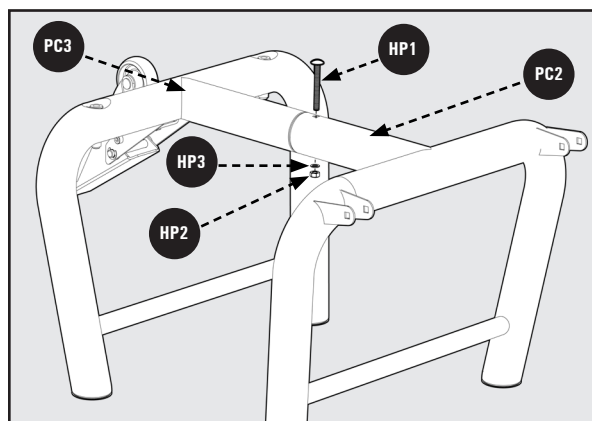

Figura 1
1. Conecte las dos patas del tubo insertando el extremo de la pata izquierda (PC2) en el extremo de la pata derecha (PC3) como se muestra en la Figura 1. Usando una llave de 13mm, asegure con un perno de carruaje M8 x 75mm (HP1), Rondelle plate M8 (HP14), tuerca M8 Nylock (HP2) y apriete. Como se muestra en la Figura 1.